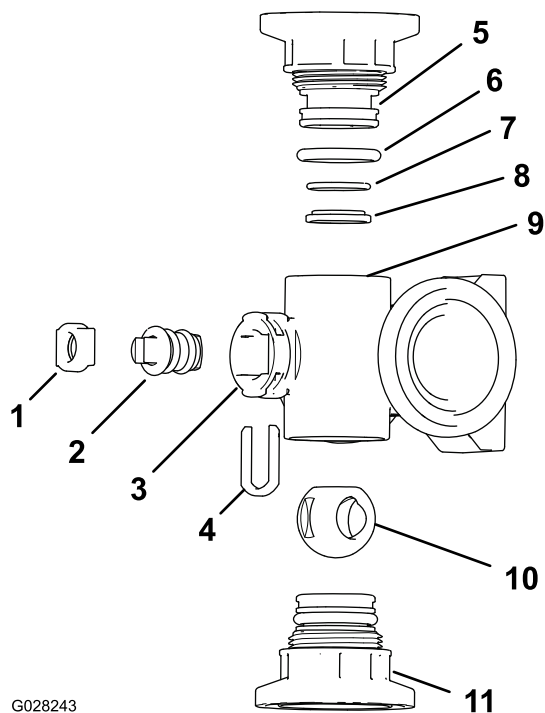

Figura 118
2. Retire los dos conectores de extremo de cada extremo del cuerpo del distribuidor (Figura 118 y Figura 119).
4. Retire la horquilla de retención del vástago de las ranuras del orificio del vástago del distribuidor (Figura 118 y Figura 119).
5. Retire la horquilla de retención del vástago y el asiento del vástago del distribuidor (Figura 118 y Figura 119).
6. Retire el conjunto de vástago de la válvula desde dentro del cuerpo del distribuidor (Figura 118 y Figura 119).
1. Compruebe la condición de las juntas tóricas del conector de salida (distribuidor de la válvula de sección solamente), las juntas tóricas de los conectores de extremo, las juntas tóricas de los asientos, y los asientos de bola, en busca de daños o desgaste (Figura 118 y Figura 119).
2. Aplique grasa al vástago de la válvula e insértelo en el asiento del vástago de la válvula (Figura 118 y Figura 119).
3. Instale el vástago de la válvula y el asiento en el distribuidor y sujete el vástago y el asiento con la horquilla de retención del vástago (Figura 118 y Figura 119).
4. Asegúrese de que la junta tórica del asiento y el asiento de la bola están alineados y asentados en el conector de extremo (Figura 118 y Figura 119).
5. Inserte el conjunto del conector de extremo en el cuerpo del distribuidor hasta que la brida del conector de extremo toque el cuerpo del distribuidor (Figura 118 y Figura 119); luego gire el conector de extremo $\frac{1}{8}$ a $\frac{1}{4}$ de vuelta más.